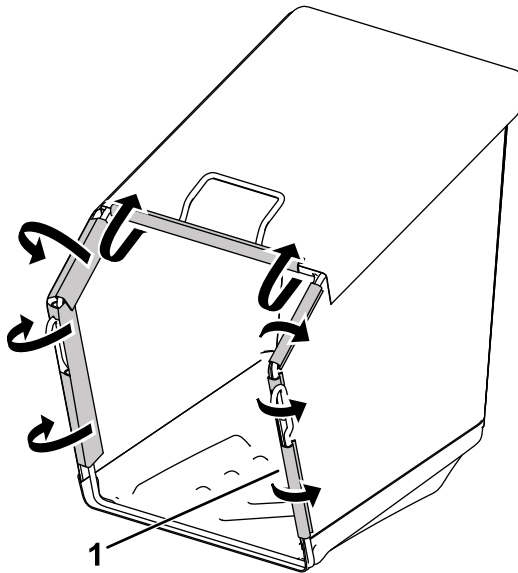

**Figura 7**
2. Introduzca el bastidor en el recogedor, manteniendo el asa encima de la bolsa (Figura 7).